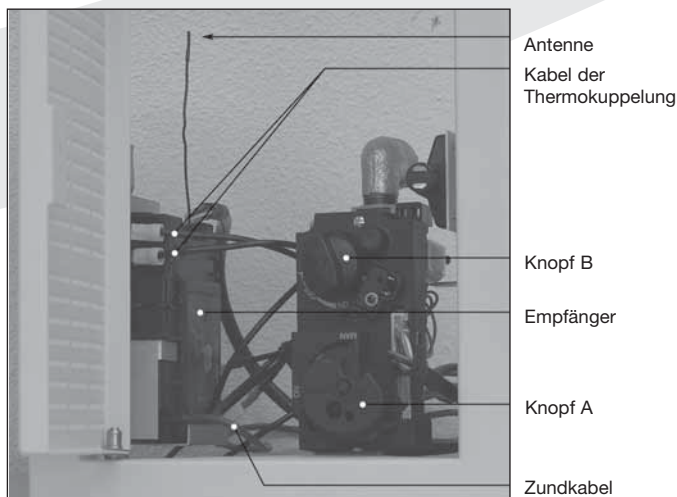

Abb. 12
- Den Empfänger gemäß Abb. 12 in den Schaltkasten einbauen.
Achtung: Die Antenne nicht zu nah am Zündkabel beziehungsweise den Metallteilen positionieren (Einzelheiten zur richtigen Position sind der Abb. 12 zu entnehmen);
Der Empfänger befindet sich im Schaltkasten (siehe Abb. 12).
- Den Empfänger wie in Abb. 12 dargestellt einbauen.
!Achtung - Die Antenne des Empfängers nicht zu nah am Zündkabel beziehungsweise Metallteilen montieren: sorgen Sie dafür, dass die Antenne nach oben zeigt (die richtige Position entnehmen Sie bitte Abb. 12);